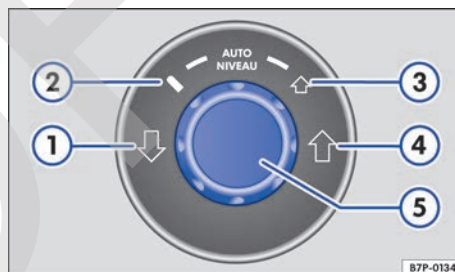

Fig. 152 En la parte inferior de la consola central: mando giratorio para ajustar el nivel.
Con la regulación de nivel se pueden seleccionar cuatro niveles diferentes → fig. 152.
Leyenda de la fig. 152:
- Gire el mando → fig. 152 ⑤ hasta el nivel deseado.